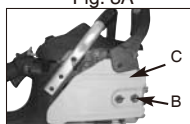

Fig. 3C
2. Fjern skinnens hodemutter (B). Fjern KJEDEBREMSE-dekslet (C) ved å trekke det rett ut, noe styrke kan være nødvendig. (Fig. 3C).